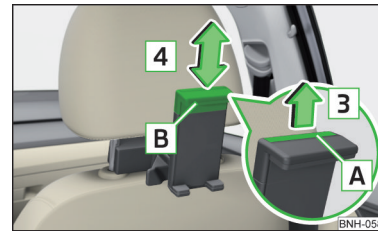

Abb. 87 Haltergröße anpassen
- Die Sicherungslasche **A** in Pfeilrichtung **3** herausziehen und den Teil **B** in Pfeilrichtung **4** in die gewünschte Position verschieben » Abb. 87.